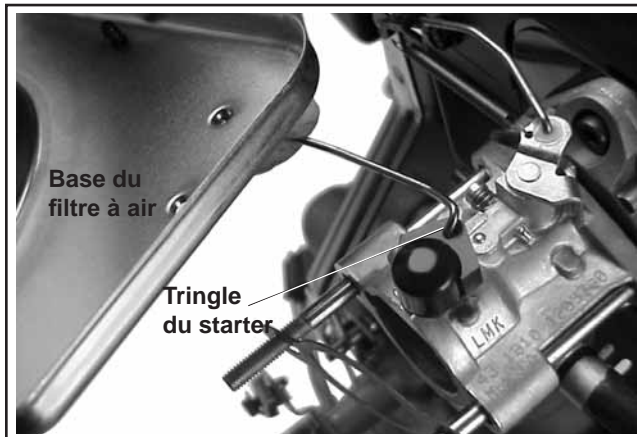

Figure 9-7. Dépose de la base du filtre à air.
4. Desserrer le serre-câble et déconnecter le tuyau du reniflard du couvercle du culbuteur. Retirer la base du filtre à air des goujons et déconnecter la tringle de l'accélérateur du levier d'accélérateur du carburateur. Voir la figure 9-7.